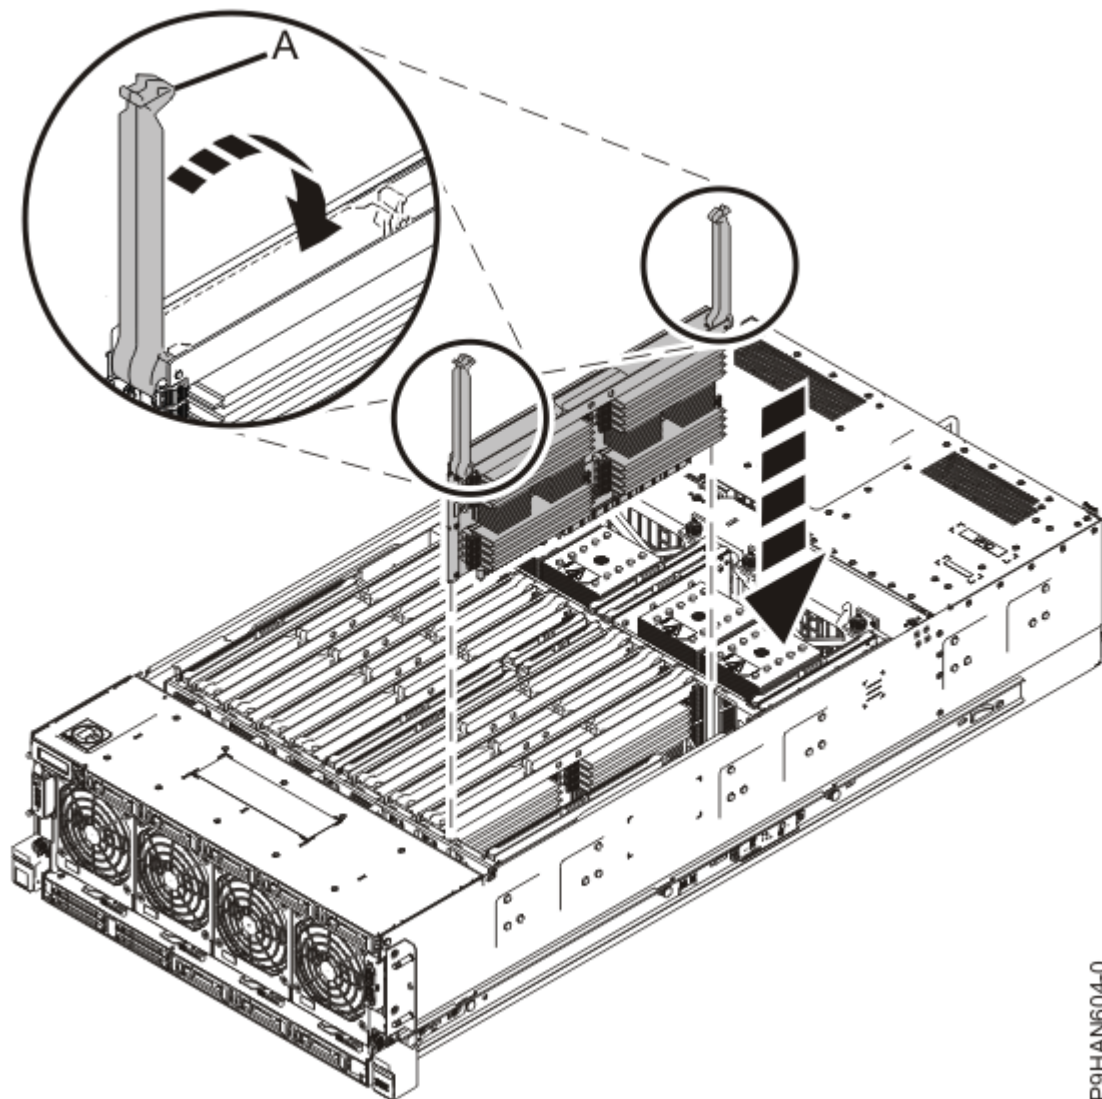

Figura 19: Inserción de una tarjeta de expansión de memoria
- a) Asegúrese de que los pestillos de liberación (**A**) estén completamente abiertos en un ángulo de 90 grados como se muestra en la Figura 19 en la página 21.